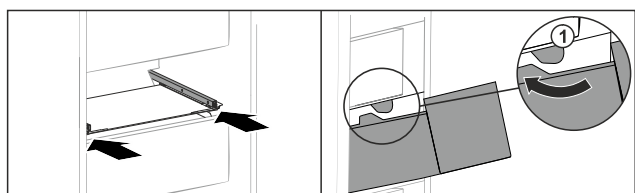

Fig. 226
- ▶ Poprowadzić szufladę wokół stoperów Fig. 226 (1).